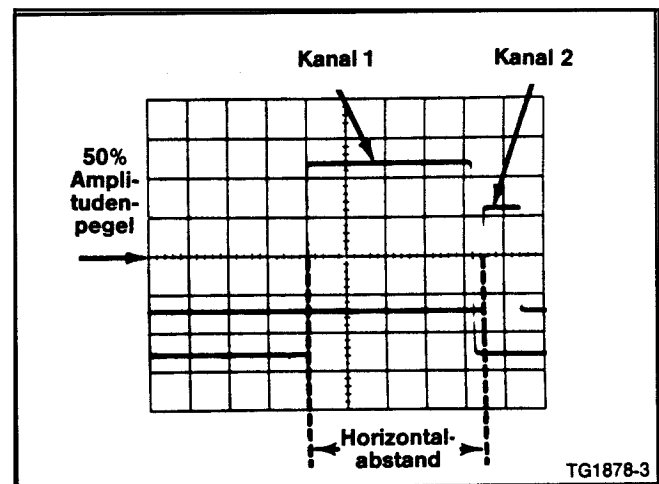

Abb. 2-7. Zeitdifferenzmessung zwischen zwei Impulsen.
10. Lesen Sie die vertikale Distanz zwischen den beiden Meßpunkten ab. (Siehe Abb. 2-7.)